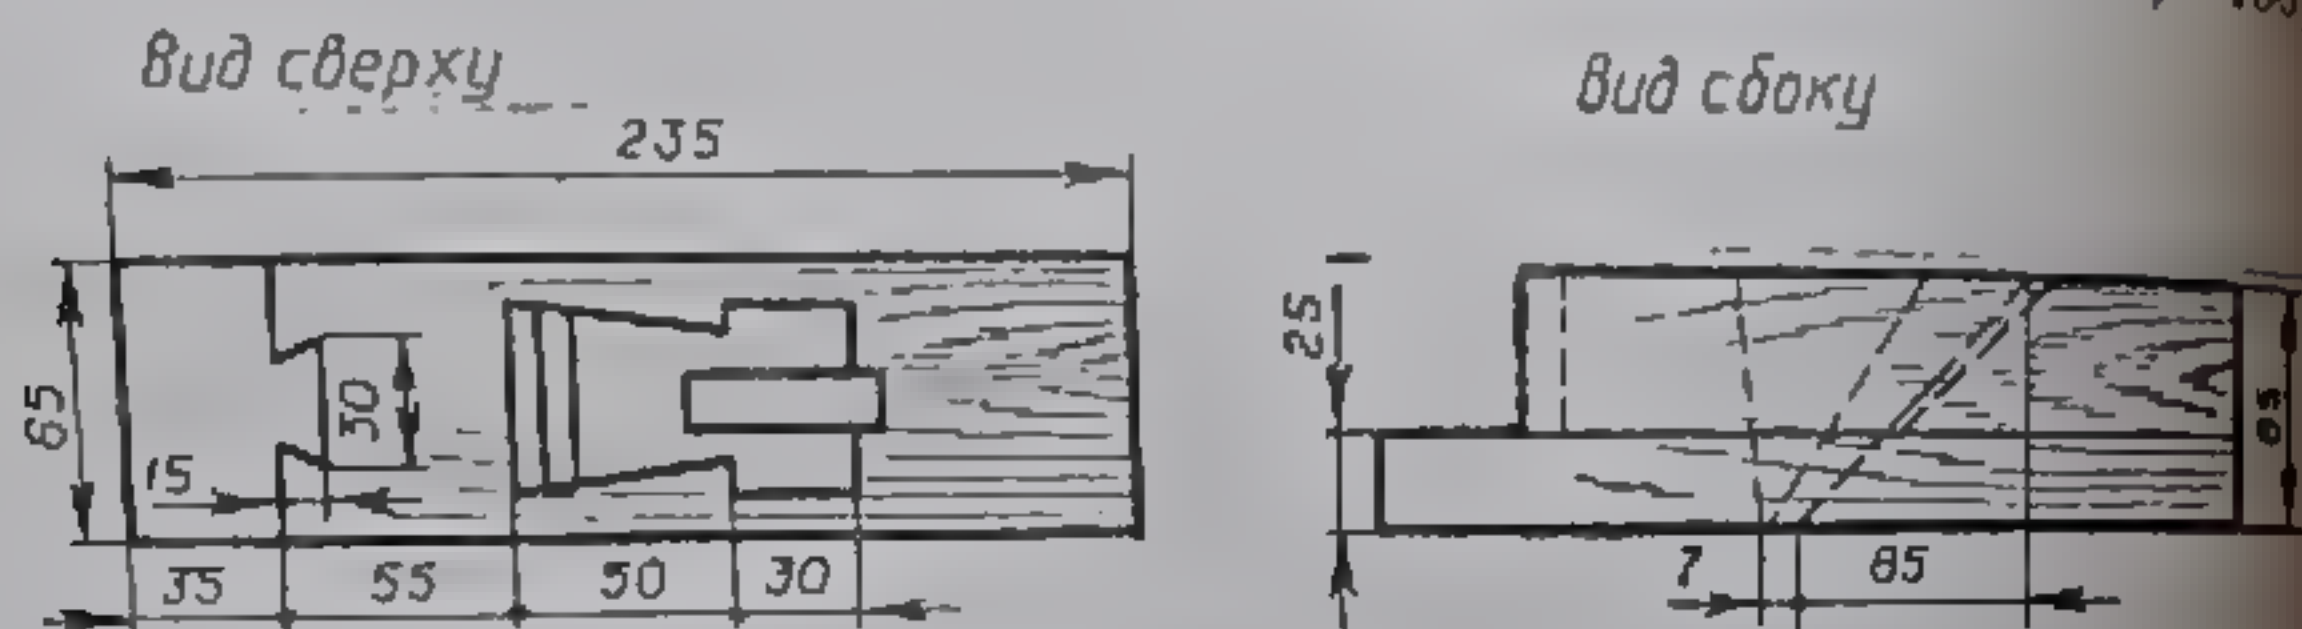

Рис. 136. Размеченная колодка рубанка.
7. Разметить колодку (рис. 136). Внимательно ознакомиться с чертежом. В заготовке определить переднюю часть колодки по направлению волокон на боковых сторонах заготовки. (При строгании подошва рубанка должна легко скользить, полочки будут пригладиваться, а не задираться.) Сначала отметить длину всех четырех сторон, затем разметить верхнюю сторону колодки, далее — боковые стороны и подошву. После разметки необходимо проверить правильность всех размеров.